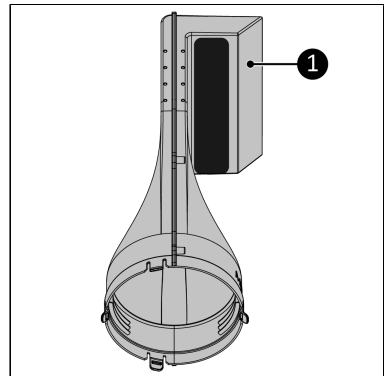

Abbildung 130.
4. Platzieren Sie den Way-out vor sich. Stellen Sie sicher, dass die runde Öffnung zu Ihnen zeigt (Abbildung 130).
5. Stellen Sie sicher, dass der Luftauslass (Abbildung 130, Pos. 1) nach rechts zeigt.